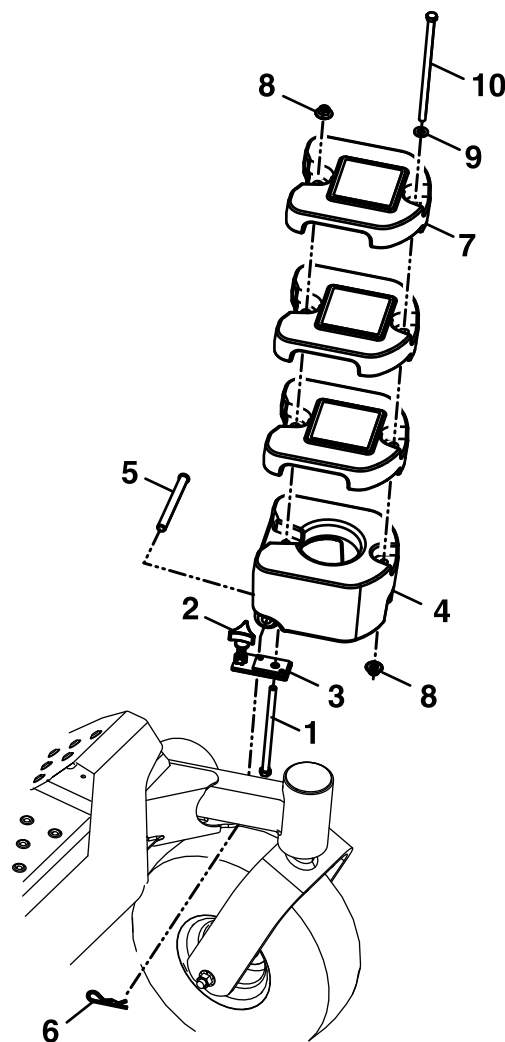

Figure 27
- A. Retirez le contre-écrou ($\frac{3}{8}$ po) au bas de la masse de 20,4 kg (45 lb) qui est montée sur le bras de la roue pivotante (Figure 27).
- B. Retirez le boulon ($\frac{3}{8}$ x 8 po) et la rondelle (Figure 27).
- C. Retirez le contre-écrou ($\frac{3}{8}$ po) au sommet de la masse de roue pivotante de 9,1 kg (20 lb) (Figure 27).